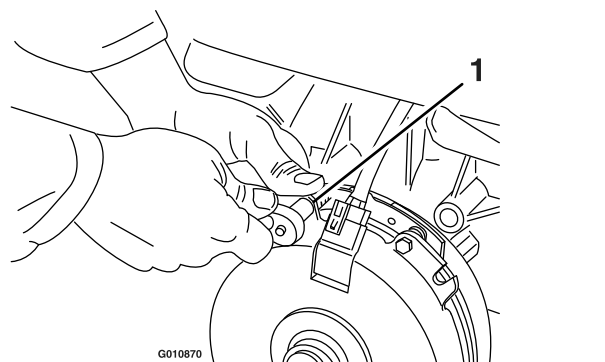

Figure 71
- A. Desserrez les boulons de fixation du frein d'un demi à un tour complet, comme montré à la Figure 71.